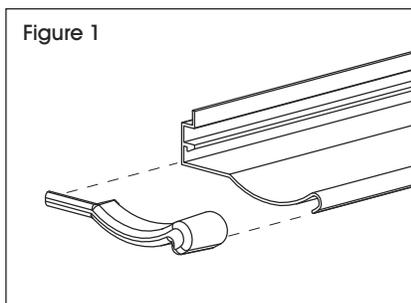

Figure 1
1. Alignez les embouts avec le bac à marqueurs et insérez-les en place. (Voir Figure 1)